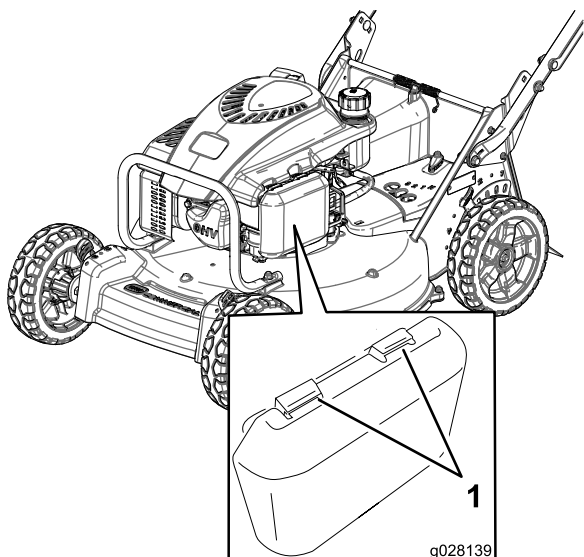

Figure 19
1. Appuyez sur les languettes de verrouillage en haut du couvercle du filtre à air (Figure 19).